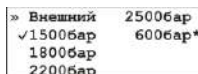

Рисунок 4.5 – Экран выбора датчика давления
3. В меню "Датчик давления" (рис. 4.5) клавишами  $\Delta$ ,  $\nabla$  выбрать используемый датчик давления (установить флажок) при помощи клавиши  $\checkmark$ .
3. В меню "Датчик давления" (рис. 4.5) клавишами  $\Delta$ ,  $\nabla$  выбрать пользовательский датчик давления и нажать клавишу  $\checkmark$ .